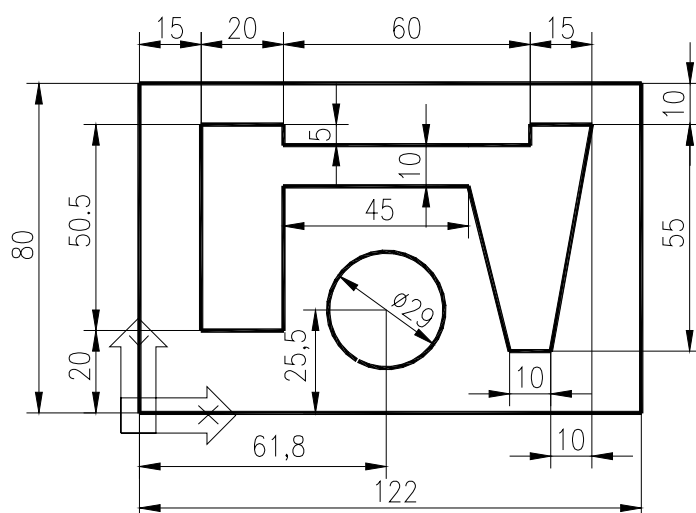

Fig. U5.4
2. Utilizând fișierul anterior, realizați desenul din Fig. U5.4 plasându-l în altă poziție. După desenarea dreptunghiului (conturul exterior), plasați UCS-ul în poziția indicată în figură. Pentru afișarea icon-ului UCS în origine, apăsați comanda *UCSICON* (sau din bara cu meniuri derulante *View >Display> UCS Icon*), opțiunea *OR*. Schimbați totodată culoarea și mărimea pictogramei sistemului de coordonate UCS.